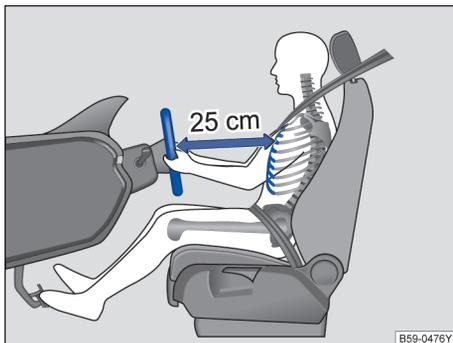

图 18 驾驶员与方向盘之间至少保持 25 cm 的距离
- 调节方向盘，使驾驶员胸部与方向盘之间至少保持 25 cm 的距离⇒图 18。